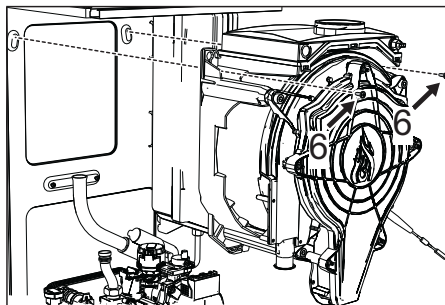

fig. 50
- Scoateți cele 2 șuruburi **de sus** „6” care fixează schimbătorul de căldură de șasiu (fig. 50)